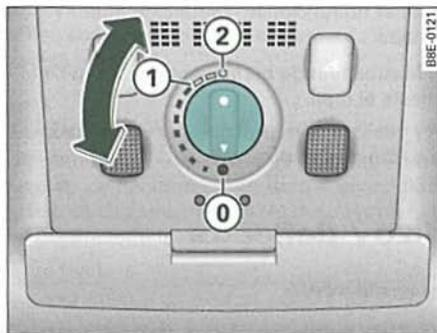

Fig. 59 Detalle del revestimiento del techo: Mando giratorio para el techo corredizo/deflector
El techo corredizo / deflector se maneja con el mando giratorio ⇒ *página 68*, fig. 59. El mando giratorio se puede ajustar a diferentes niveles de encastre para levantar o correr el techo y sólo funciona con el encendido conectado. La posición de techo deflector sólo se puede ajustar en la posición del mando giratorio 0.
- Gire el mando hasta la posición ① ⇒ fig. 59 hasta que encastre de un modo perceptible. El techo se abrirá únicamente hasta alcanzar la posición de confort, en la cual el ruido del viento no molesta.
- Gire el mando a la posición ③ ⇒ fig. 59 para cerrar el techo ⇒ ⚠.
- Gire el mando a la posición de partida  ⇒ *página 68, fig. 59.*